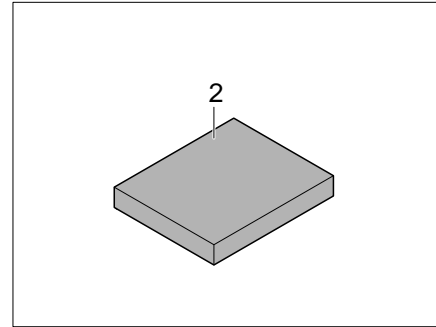

Bild 190 Zusatzpolster
- Zusatzpolster (Bild 190,2) in die Mitte auf den Tisch legen.